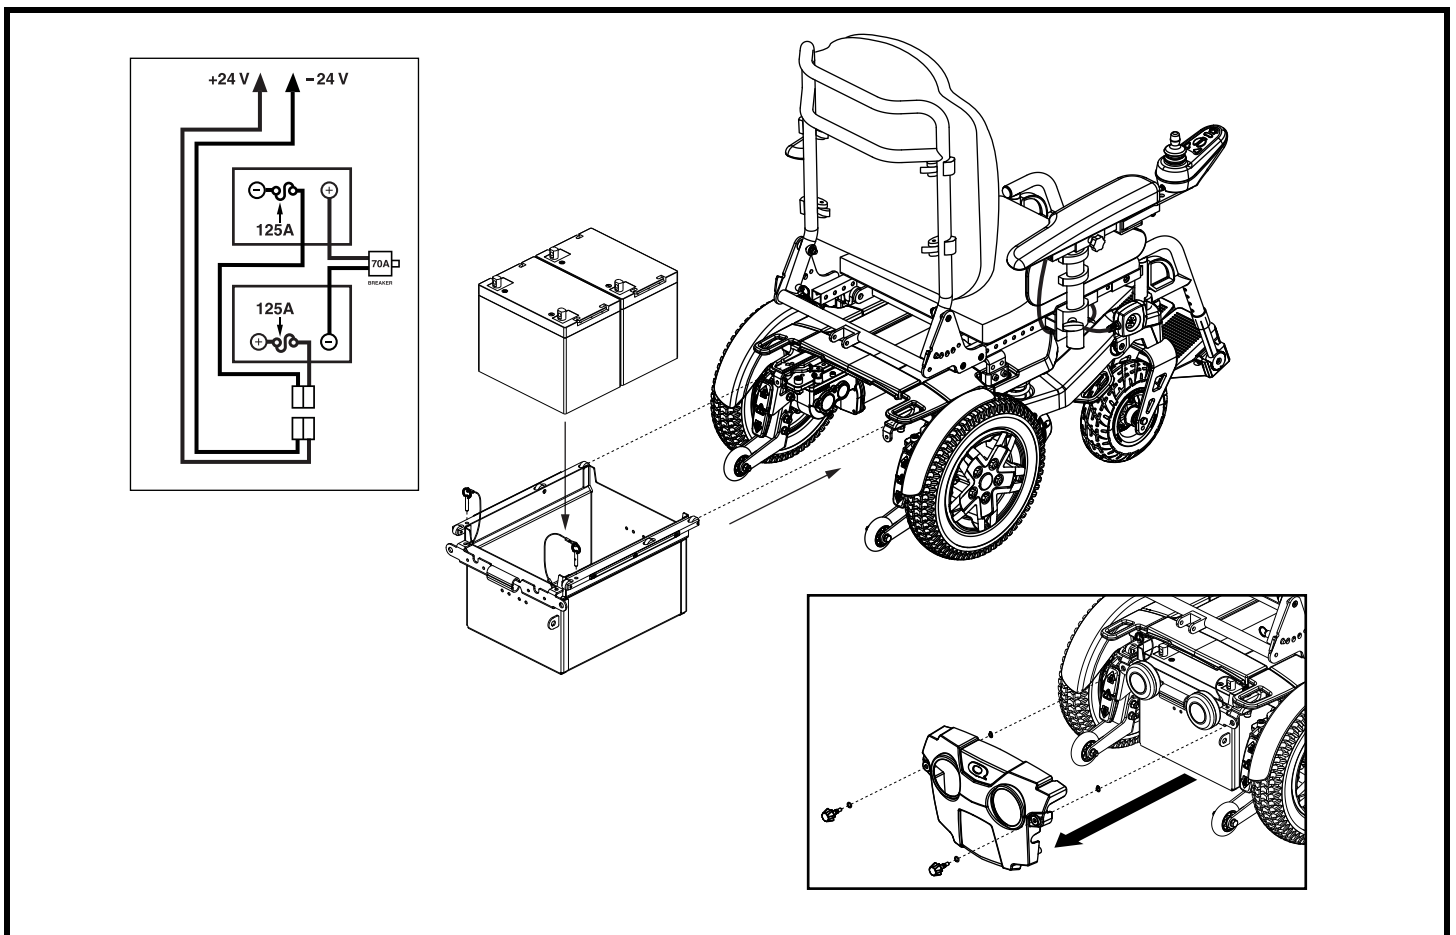

Figure 26. Remplacement des batteries
Un schéma de câblage des batteries figure sur l'auto-collant situé sur la porte du compartiment à batteries. **Voir la figure 26.** Vérifiez le Tableau des Spécifications pour les informations relatives à votre type de batterie.
3. Desserrer les boutons de la batterie et retirer l'arrière de la porte. **Voir la figure 26.**
4. Tirer et retirer les goupilles de sécurité du support de la batterie. **Voir la figure 26.**
5. Repérez les connexion rapides de la batterie sur la structure et déconnectez. **Voir la figure 26.**
10. Connectez les connexion rapides des batteries conformément au diagramme de câblage situé sur la structure. **Voir la figure 26.**